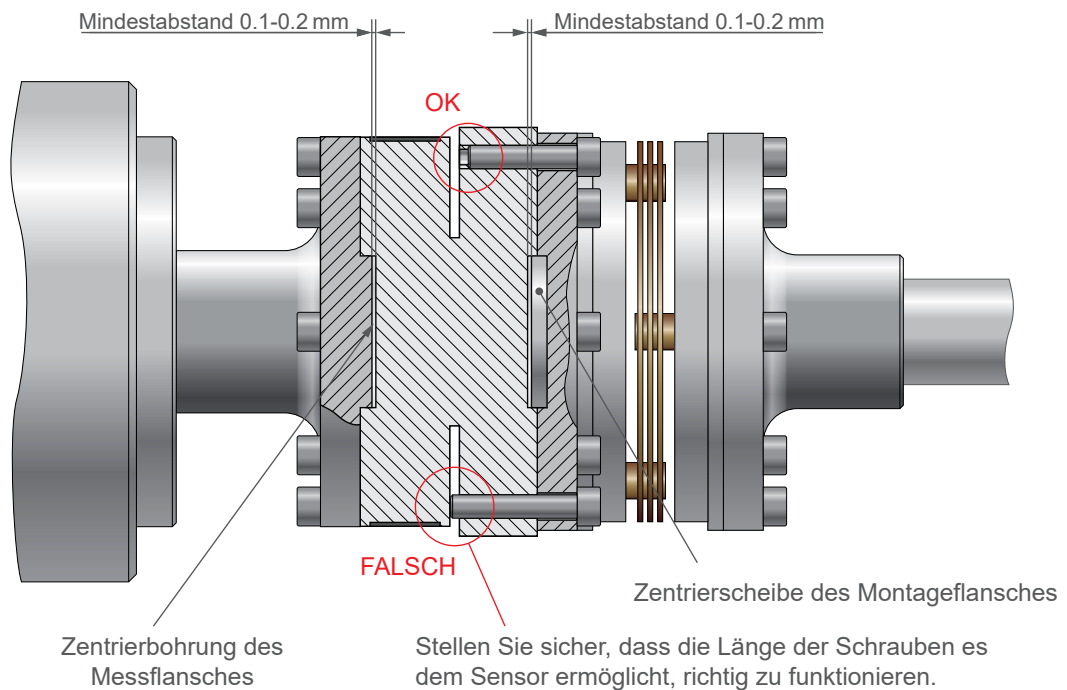

Bild 2-9 Fertig montierter TF-Drehmomentmessflansch
If the mounting flange is also fitted with a centering bore, an intermediate centering washer may be used (see Bild 2-9).
- Die Länge der Schrauben ist auf einen allfälligen Kontakt mit dem Messflansch zu kontrollieren (siehe Bild 2-9).